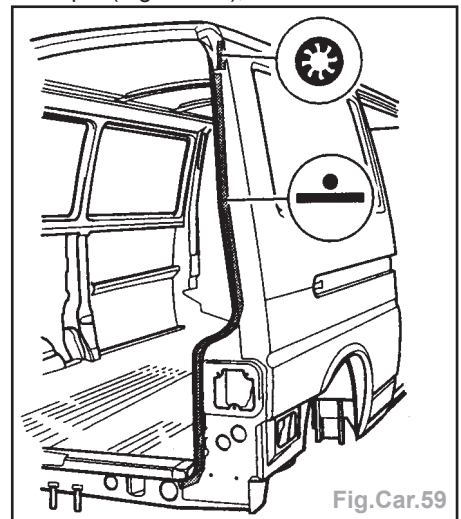

Fig.Car.59
• le panneau latéral à la pointeuse électrique (Fig.Car.59),
- le panneau latéral à la pointeuse électrique (Fig.Car.59),